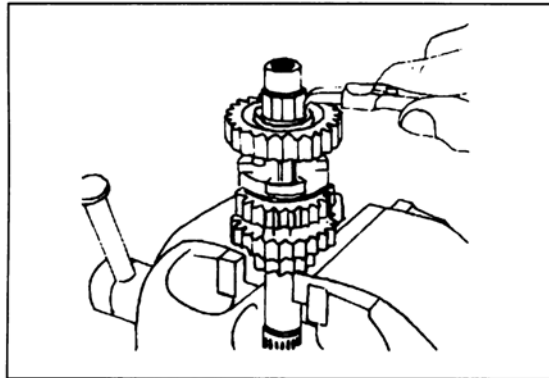

Bild 140
- Haupt- und Nebenwelle als komplette Einheit entnehmen und mit kleinem Schraubendreher und Seegerringzange zerlegen (Bild 140).